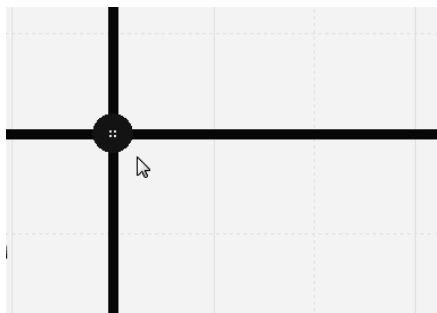

图 4-1-76 手动节点被移至堆栈层级的最上层
③ 此时在手动节点所处的原位置单击，手动节点就会覆盖连接线，并被移至堆栈层级的最上层。如图 4-1-76 所示。